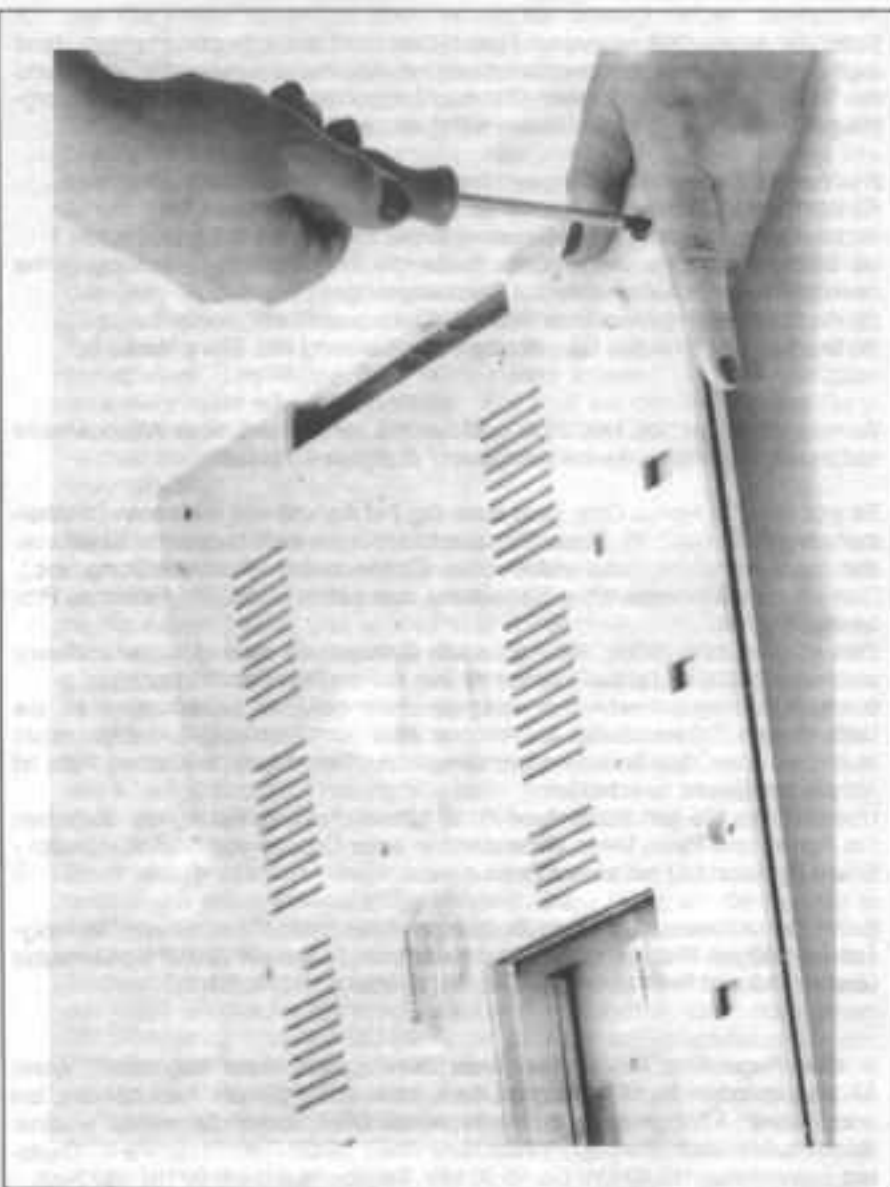

Bild 2.3.a
1. Alle Kabel vom Amiga Computer abstecken und den Rechner mit der Tastatur nach unten auf den antistatischen Arbeitsplatz legen. Mit dem Kreuzschlitz-Schraubenzieher die Gehäuseschrauben herausdrehen. Siehe Bild 2.3.a.
2. Rechner nun herumdrehen. Er soll jetzt so wie im Betrieb vor uns stehen. Das Gehäuse-Oberteil wie in Bild 2.3.b dargestellt vom Unterteil herunternehmen und an einem sicheren Ort aufbewahren.
Nun, wie in Bild 2.3.c dargestellt, das Tastatur-Kabel abziehen und die Tastatur von der Computer-Chassis herunternehmen. Die Tastatur an einem sicheren Ort aufbewahren.
Anschließend das Blech wie in Bild 2.3.d dargestellt herunternehmen. Es ist hierbei besonders darauf zu achten, daß man sich an den z.T. scharfen Kanten nicht schneidet. Das Blech an einem sicheren Ort aufbewahren.
5. Nun steht die Amiga-Chassis wie bei der normalen Benutzung vor uns. Auf der linken Seite lokalisieren wir ein großes 64 poliges (2*32 Pins) Bauteil, die 68000 CPU, das "Herz" des Computers. Wie in Bild 2.3.e dargestellt die CPU mit Hilfe des Geradschlitz-Schraubenziehers vorsichtig aus ihrer Fassung hebeln. Die CPU wird für die weitere Installation des ATonce nicht mehr benötigt und kann als Ersatzteil an einem sicheren Ort dauerhaft aufbewahrt werden. Zuvor soll sie allerdings auf die kleine Antistatik-Matte gesteckt werden, die bei dem nächsten Einbau-Schritt sozusagen "abfällt" (auf die ist nämlich der ATonce im Antistatik-Beutel aufgesteckt).
Bild 2.3.h zeigt die Amiga Mutterplatine mit aufgestecktem ATonce. Mit dem Geradschlitz-Schraubenzieher ähnlich wie in Bild 2.3.e dargestellt den "Gary" Chip vorsichtig aus seiner Fassung hebeln. Gary sitzt direkt rechts neben "Paula" und ist wie Paula ein 48 poliges Bauteil (2*24 Pins). In Bild 2.3.h trägt das Bauteil den Aufdruck "MOS 5719 0189 42". Unbedingt darauf achten, daß die Pins von Gary nicht berührt werden. Nun das Gary-Modul hernehmen und so in die leere Gary-Fassung einstecken, daß die kleine halbkreisförmige Einbuchtung (auch "Nase" genannt) nach rechts zeigt. Der zuvor ausgebaute Gary Chip wird nun in diese "aufgestockte" Fassung wieder eingesteckt und zwar ebenfalls so, daß seine Nase nach rechts zeigt (siehe auch Bild 2.3.i).
- (4) Stecken alle Pins des ATonce sauber in der 64 poligen Fassung (keine nach Innen, nach Außen oder zur Seite abgebogen)?
- (5) Wurde das Gary-Modul wie in Bild 2.3.i dargestellt eingesetzt?
- (6) Stecken alle Pins des Gary richtig in der Fassung des Gary-Modul?